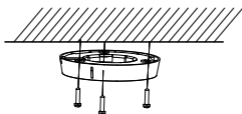

图3-6 固定底座
**步骤3** 对齐安装贴纸与摄像机底座的孔位，拧入并拧紧 3 颗 PA4×25 螺丝固定底座，如图 3-6 所示。